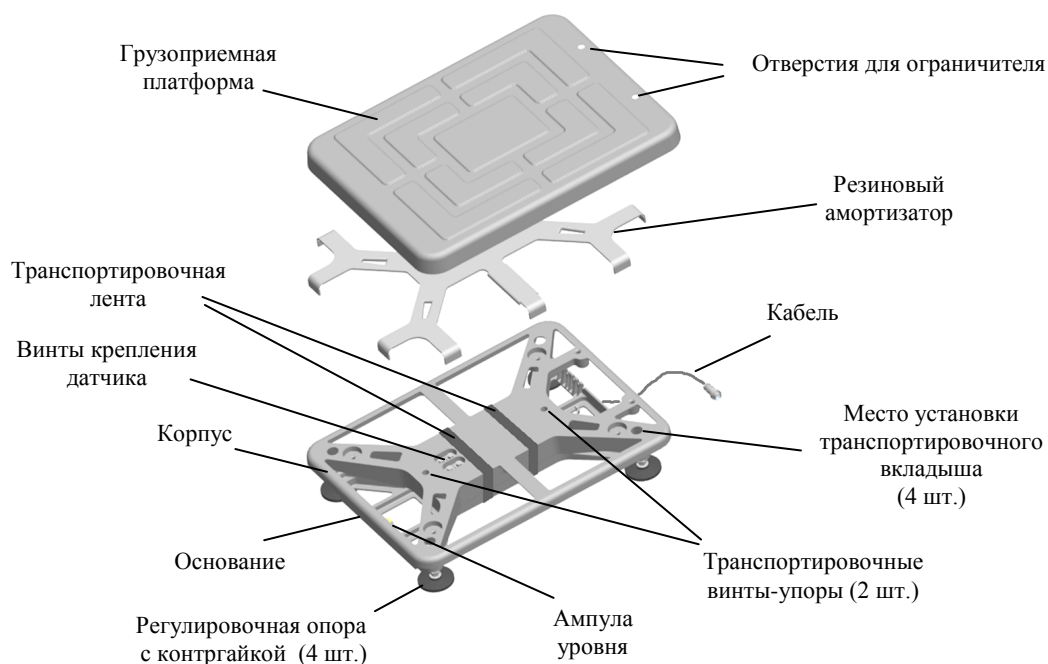
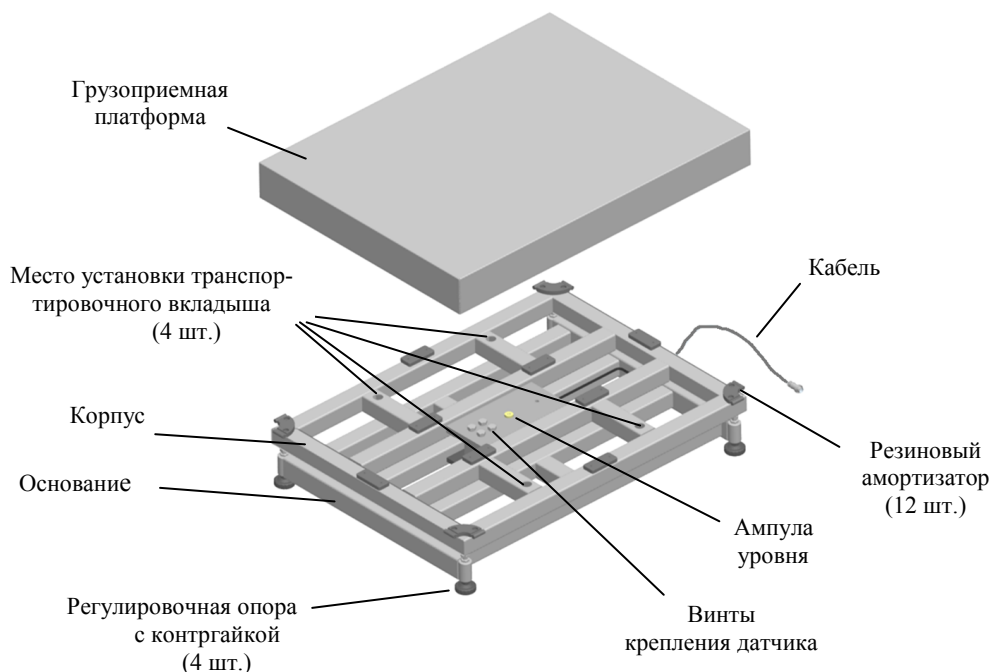

Рис. 4.1 - Модуль взвешивающий ТВ-S_
Рис. 4.2 - Модуль взвешивающий ТВ-М_
5.2 Снять грузоприемную платформу. Вынуть транспортировочные вкладыши (Рис. 4.1, Рис. 4.2).
5.5 Установить модуль на твердой ровной поверхности. При помощи регулировочных опор выставить весы по ампуле уровня таким образом, чтобы пузырек воздуха находился в центре ампулы. При необходимости, затянуть контргайки регулировочных опор (Рис. 4.1, Рис. 4.2).